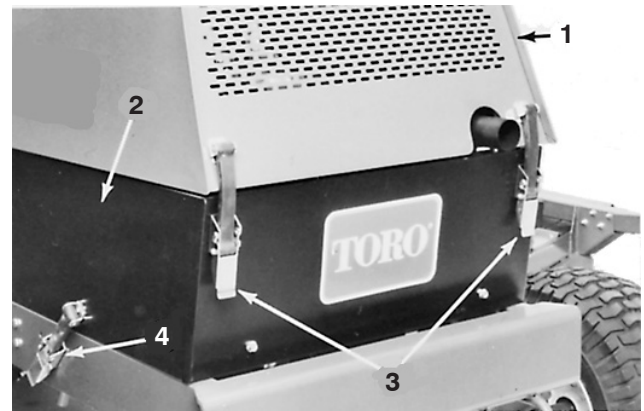

Figure 25
1. Déverrouillez, soulevez et calez le capot et déposez le panneau latéral gauche du compartiment moteur (Fig. 25).